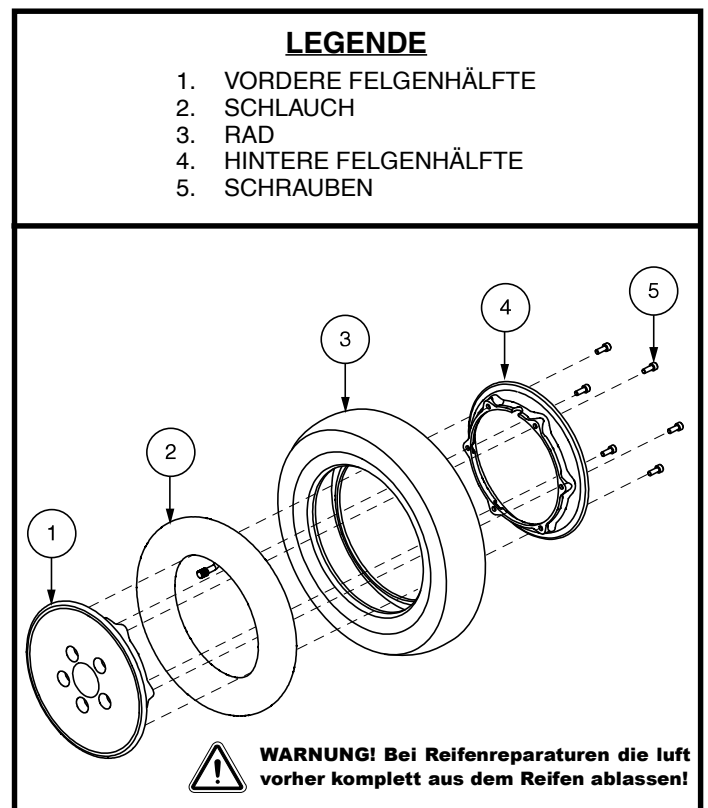

Abb. 20. Zerlegen und Zusammenbauen von Luftreifen
6. Entfernen Sie die Schrauben und trennen die äußere und innere Felge voneinander. **Siehe Abb. 20.**